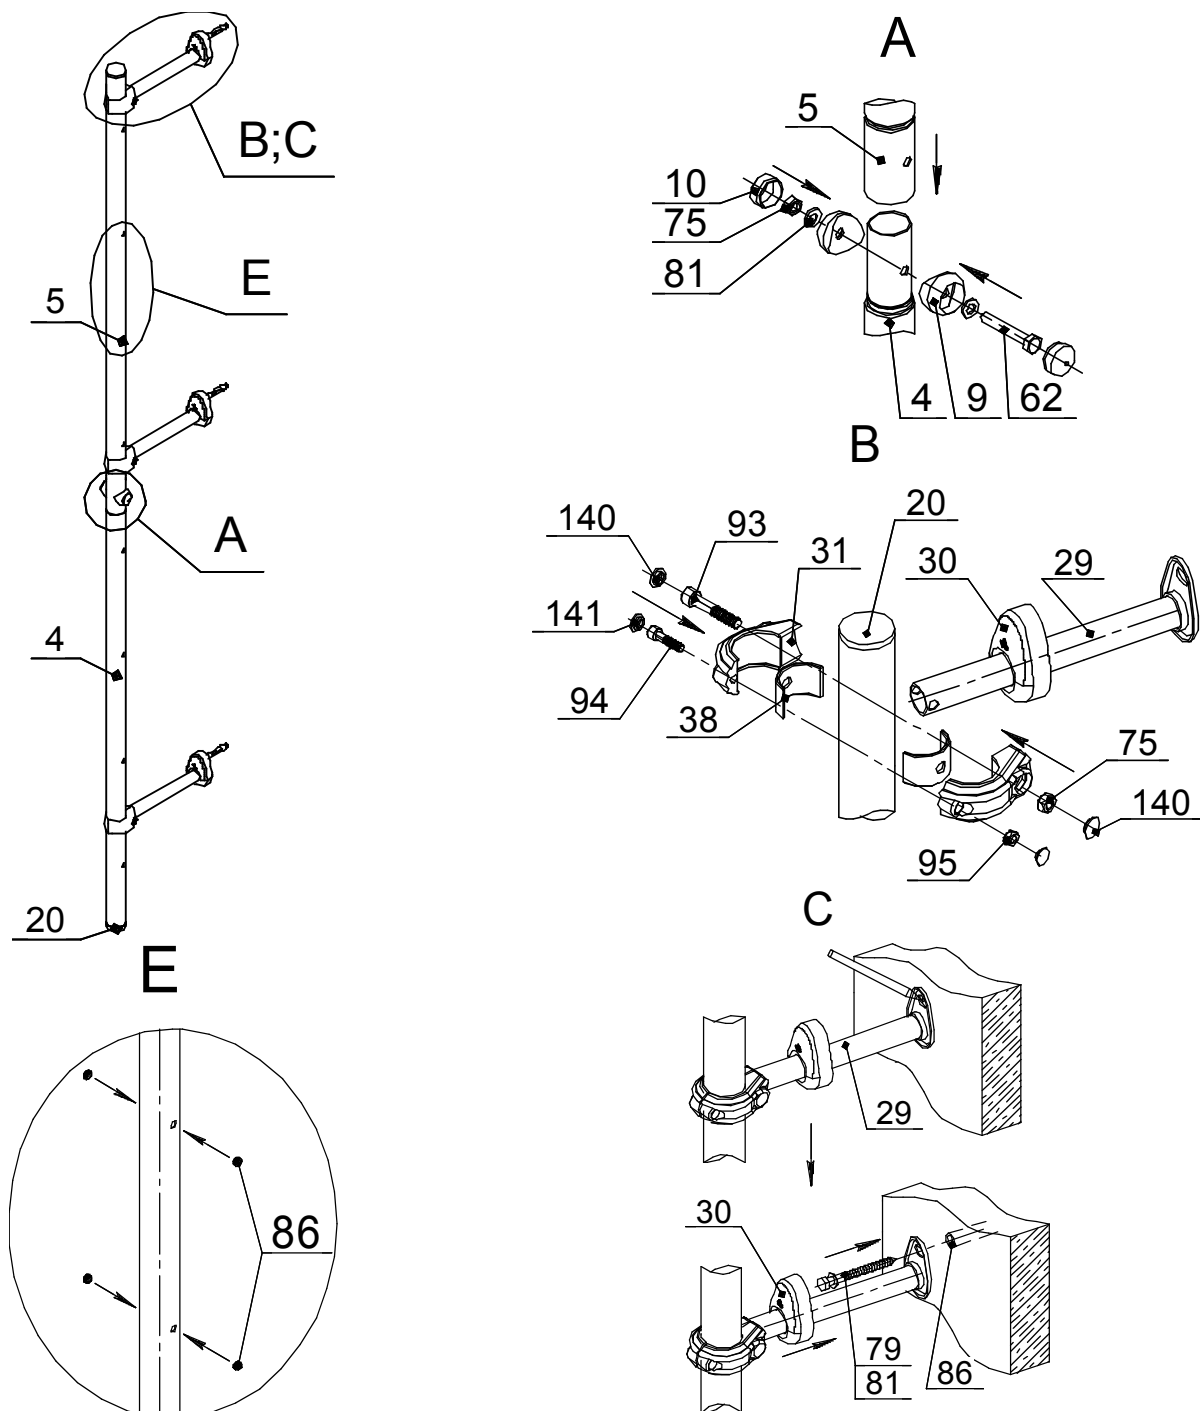

Рис.1
- A. Соединить стойки поз.4 и 5 между собой (рис.1, A)
- B. Установить опоры кронштейнов поз.29. (рис.1, B).
- C. Установить связи поз.108. Винты поз.93; 94 туго не затягивать, заглушки поз. 140; 141 не устанавливать. (рис.1, C).
- E. Установить заглушки поз.86 (рис.1, E).
- F. Установить заглушки поз.86. (рис.1, F).
- 8.3. Общий вид КОМПЛЕКСА с рекомендуемым расположением навесного оборудования показан на рис.1.